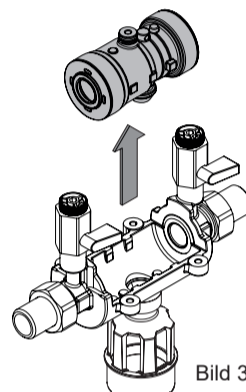

Bild 3
- Ta loss BA-patronen och byt, vid behov, ut den mot en ny (Bild 3).